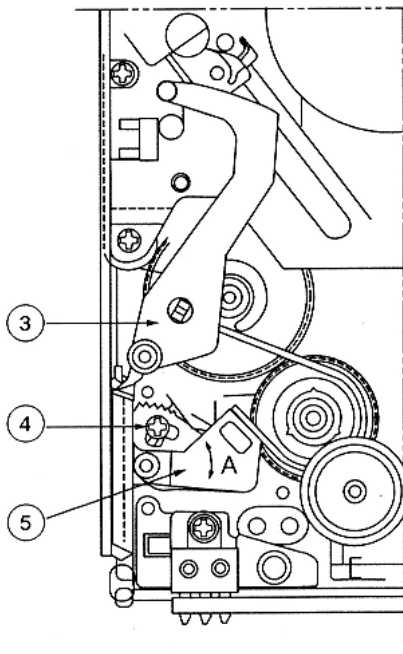

Fig. 5-1
2. So that the center value of the back tension torque swing falls within a range of 5 to 7 g·cm, adjust by loosening the ④ screw in Fig. 5-1 then by moving the ⑤ BT Band Assy to the right and left as shown in A of Fig. 5-1.
3. After adjusting, tighten the ④ screw with a torque of 0.8 kg·cm, then apply the screw-locking compound to it.
2. バック・テンション・トルク値の振れ幅の中心が5～7 g·cmとなるように、Fig. 5-1の④ネジをゆるめて⑤BT Band AssyをFig. 5-1のAの様に左右に動かして、調整する。
3. 調整後、④ネジを0.8kg·cmで締め付けてネジ・ロックをする。